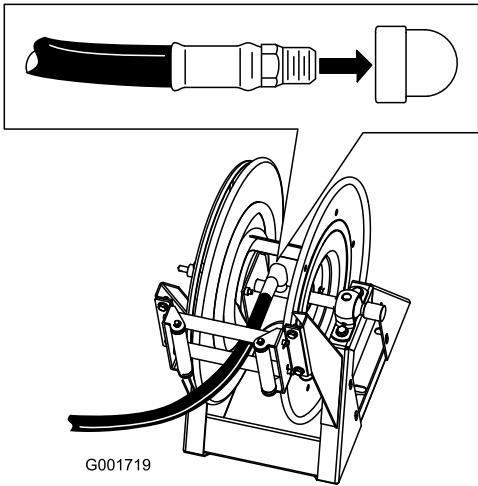

Figura 15
1. Avvolgere con nastro di Teflon la filettatura del raccordo sul tubo flessibile lungo e montare il raccordo nel tubo di connessione sull'avvolgitubo (Figura 15).